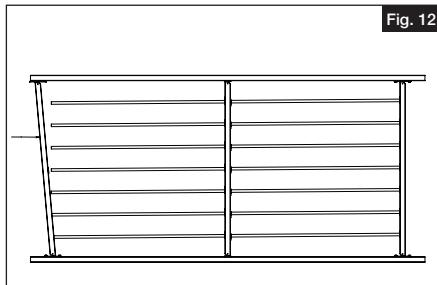

Fig. 12
- c. Fixer à nouveau un des montants à l'aide des vis hexagonales no 10 retirées précédemment. Insérer toutes les tiges à travers le support central jusqu'après dans le montant fixé. Faire glisser le deuxième montant en place et y insérer toutes les tiges (Fig. 12). Aligner les supports des montants sur les avant-trous, puis fixer à nouveau les supports aux montants.